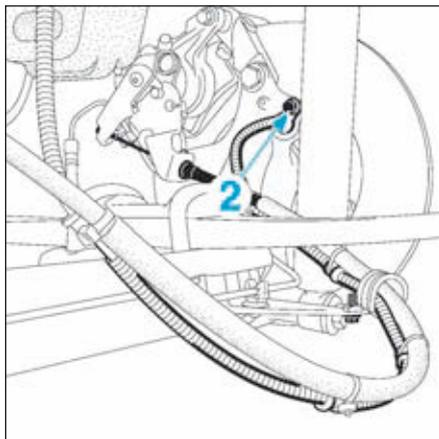

FIG.24
- Déposer la vis (2), puis déposer le capteur de vitesse de roue (Fig.24).